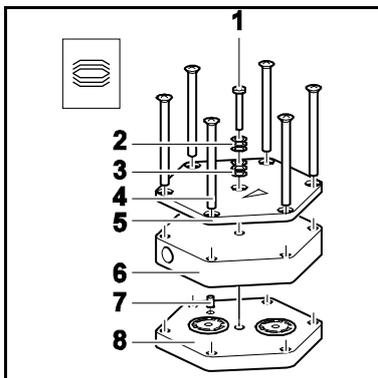

Fig. 24: montaggio della testata
2. Posizionare la piastra intermedia (8) con le valvole/gli o-ring sul supporto sui segni fatti in precedenza con il pennarello.
3. Posizionare la testata (6) sulla piastra intermedia (8) facendo riferimento alla spina di registro (7).
4. Posizionare la piastra di pressione (5) sulla testata (6) sul segno a pennarello fatto in precedenza.
5. Serrare le viti (4) a croce (coppia di serraggio: N810: 6 Nm; coppia di serraggio N 820: 7 Nm; coppia di serraggio: N 840/ N 842: 8 Nm).
6. Montare la/e vite/i (1) al centro della piastra di pressione (5) con le molle a tazza (2, 3). Nel farlo, verificare il corretto orientamento delle molle a tazza (v. fig. 24).
7. Stringere la/e vite/i (1) finché la testa della vite poggia piana. Stringere la/e vite/i di un ulteriore mezzo giro per fissarla/e. (coppia di serraggio: N810: 20 Ncm; coppia di serraggio N 820/ N 840/ N 842: 25 Ncm).